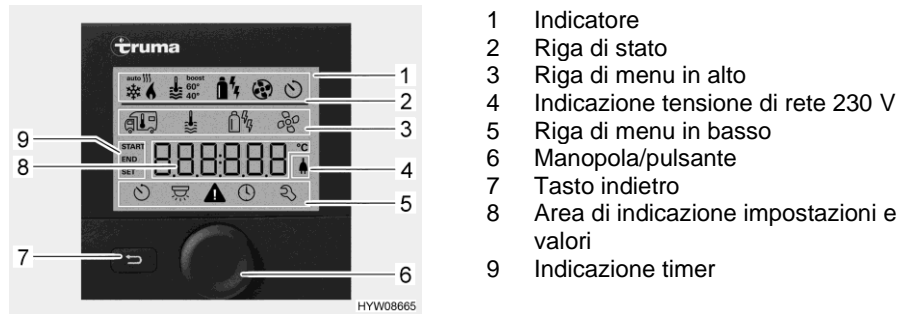
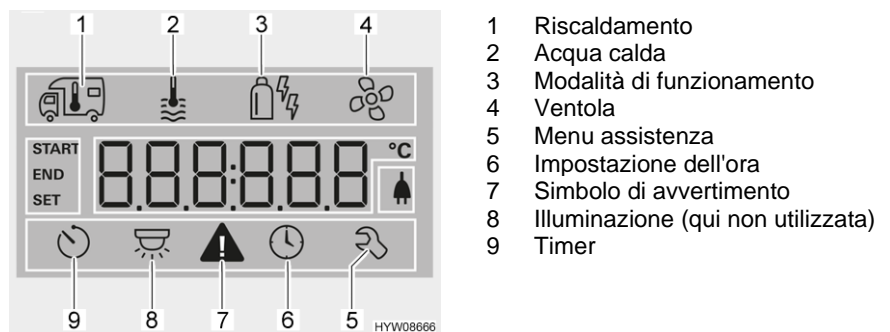

Fig. 118 Centralina di controllo con indicazioni
Fig. 119 Display (centralina di controllo)
- Riga di stato (Fig. 118,2)
- Riga di menu in alto (Fig. 118,3)
- Area di indicazione (Fig. 118,8)
- Riga di menu in basso (Fig. 118,5)
- Premere la manopola/il pulsante (Fig. 118,6) per circa 3 secondi. Vengono visualizzate entrambe le righe di menu (Fig. 118,3 e Fig. 118,5). Il primo simbolo lampeggia.
- Ruotare la manopola/il pulsante (Fig. 118,6), finché viene visualizzato il simbolo del menu desiderato.
- Premere la manopola/il pulsante per memorizzare il valore impostato. Se il valore impostato originariamente non deve essere modificato: Premere il tasto indietro (Fig. 118,7).
- Ruotare la manopola/il pulsante (Fig. 118,6), finché il simbolo del menu del riscaldamento (Fig. 119,1) lampeggia.
- Premere la manopola/il pulsante per memorizzare il valore impostato. Il simbolo nella riga di stato lampeggia (Fig. 118,2), finché viene raggiunta la temperatura impostata. Se il valore impostato originariamente non deve essere modificato: Premere il tasto indietro (Fig. 118,7).
- Ruotare la manopola/il pulsante (Fig. 118,6), finché il simbolo del menu relativo all'acqua calda (Fig. 119,2) lampeggia.
- Premere la manopola/il pulsante per memorizzare il valore impostato. Il simbolo nella riga di stato lampeggia (Fig. 118,2), finché viene raggiunta la temperatura dell'acqua impostata. Se il valore impostato originariamente non deve essere modificato: Premere il tasto indietro (Fig. 118,7).
- Ruotare la manopola/il pulsante (Fig. 118,6), finché il simbolo del menu relativo alla modalità di funzionamento (Fig. 119,3) lampeggia.
- Premere la manopola/il pulsante per memorizzare la modalità di funzionamento impostata. Se il valore impostato originariamente non deve essere modificato: Premere il tasto indietro (Fig. 118,7).
- Ruotare la manopola/il pulsante (Fig. 118,6), finché il simbolo del menu delle ventole (Fig. 119,4) lampeggia.
- Ruotare la manopola/il pulsante (Fig. 118,6), finché il simbolo del menu del timer (Fig. 119,9) lampeggia.
- Premere la manopola/il pulsante. Il timer è attivato. Il simbolo del timer (Fig. 119,9) lampeggia quando il timer è programmato e attivo.
In caso di avviso, il relativo simbolo lampeggia (Fig. 119,7). Il riscaldamento rimane in funzione. Se si tratta solo di un guasto temporaneo, il simbolo di avvertimento si spegne autonomamente.